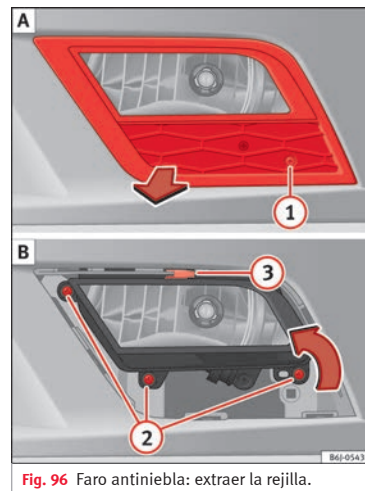
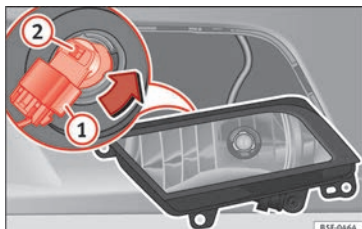

Fig. 96 Faro antiniebla: extraer la rejilla.
Fig. 97 Faro antiniebla: desmontar el portalámparas.
- Retire el tornillo » **fig. 96 ①** de la reja del faro antiniebla utilizando un destornillador.
- Retire los 3 tornillos **②**.
- Retire la grapa metálica situada en la parte superior del faro antiniebla tirando hacia el exterior del vehículo **③** y extraiga el faro antiniebla.
- Extraiga el conector » **fig. 97 ①** de la lámpara.
- Gire el portalámparas » **fig. 97 ②** hacia la izquierda y tire.